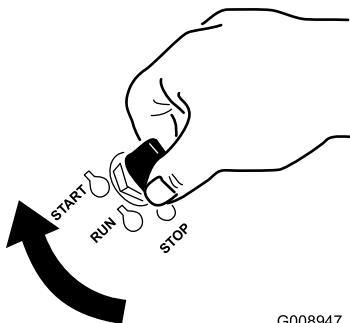

Figure 17
1. Tournez la clé de contact à la position de DÉMARRAGE (Figure 17). Relâchez la clé quand le moteur démarre.